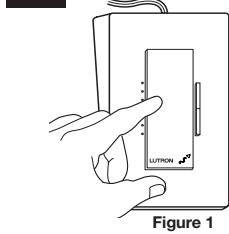

Figure 1
- (1) Este dispositivo no debe causar interferencias perjudiciales, y
- (2) Este dispositivo debe aceptar cualquier interferencia recibida, incluyendo interferencias que puedan causar operación indeseada.
- 1** Appuyer et maintenir enfoncé le bouton du gradateur (Figure 1) pendant approximativement 6 secondes. Une fois que toutes les DEL commencent à briller faiblement, relâcher le bouton et aller à l'étape 2.